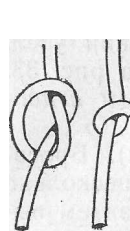
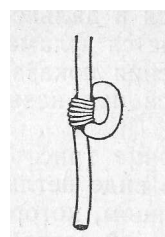

Рис. 29. Простой узел.
Рис. 30. Закрепление узла парусными нитками.
**Простой узел.** Простейший морской узел состоит из одного загнутого полушлага. Для его выполнения обнесенный вокруг троса ходовой конец пропускают в образовавшуюся петлю (рис. 29). Простым узлом завязывают лопарь для предотвращения выскальзывания из блока, а также в других целях. Во избежание самопроизвольного распускания узел не рекомендуется завязывать на самом конце троса, а по возможности — на расстоянии 30—100 см от него. Этим узлом завязывают концы парусных нитей там, где он служит своеобразным стопором при налажении марок и других подобных работах. Небольшую петлю, которую предполагают использовать относительно долго, закрепляют в несколько шлагов парусными нитками (рис. 30).